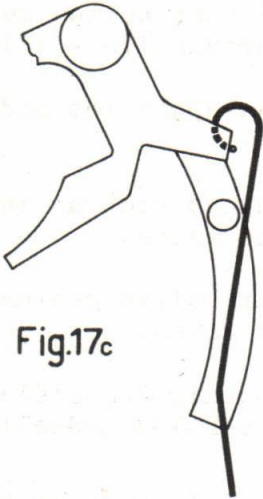

Fig.17c
- b. De veer 1 l komt langzaam terug tot het verticaal opstaande gedeelte van deze veer in het midden tegen de lip van de hefboom 1 i stuit (zie fig.17c).
- c. De stift 21f drukt de hefboom 1 i geheel om (zie fig.17c).